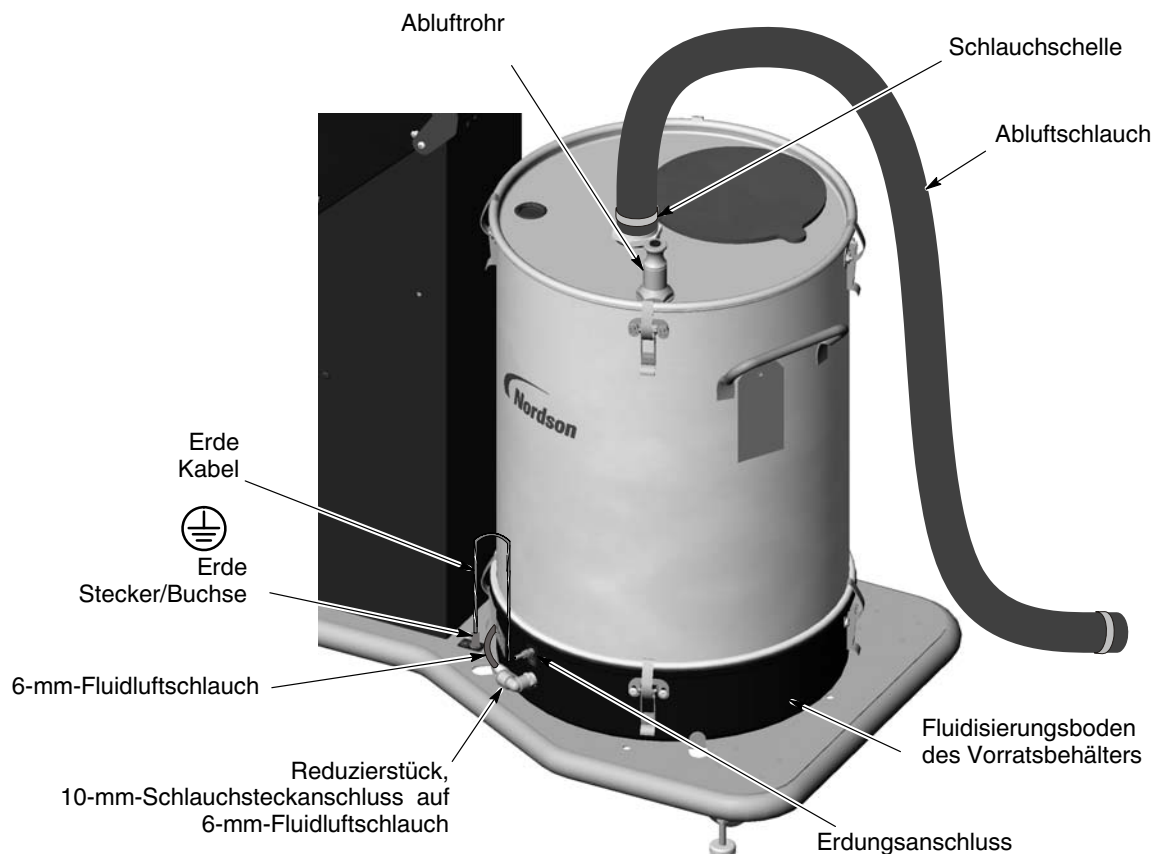

Abbildung 3-2 Vorratsbehälter auf Transportwagen eines mobilen Systems installieren
1. Siehe Abbildung 3-2. Die Klammern des Behälterdeckels lösen und Abluftschlauch und Schlauchschellen abnehmen.